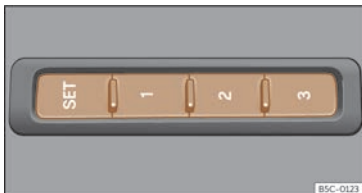

Fig. 100 Sur le côté extérieur du siège conducteur : touches de mémoire.
- Appuyez sur la touche **SET** pendant plus de 1 seconde >>> **fig. 100**.